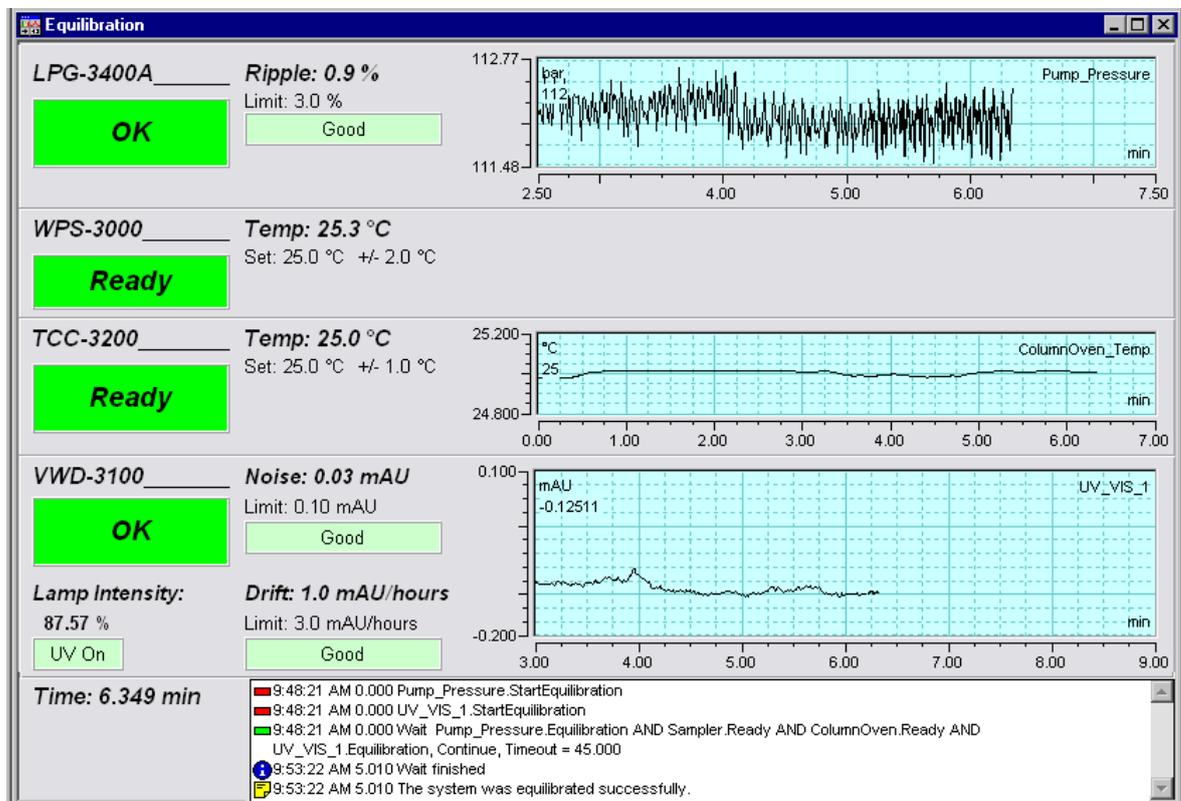

Abb. 16: Äquilibrierfenster
- ◆ öffnet Chromeleon das Äquilibrierfenster für die auf der Zeitbasis installierten Geräte (→ Abb. 16, Seite 47).